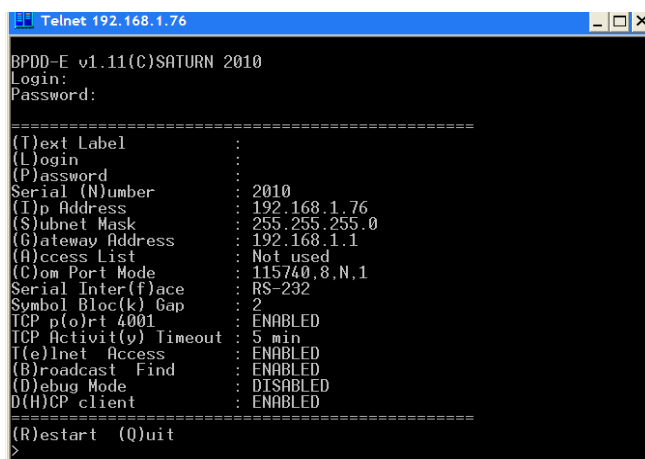

Рисунок 17 - Внешний вид окна терминала в режиме конфигурации по сети
5. После ввода правильного логина и пароля появится следующее сообщение (рисунок 17).